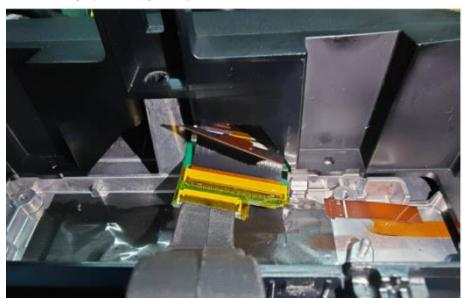

图 1
10. 将板先倾斜放入槽内 (如图 1), 后放平, 并用胶布固定 (如图 2)